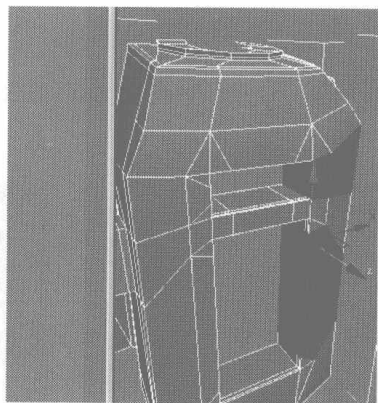

图 6.332
- 03 选择如图 6.332 所示的面，在 Edit Geometry 卷展栏中单击 **Detach** 按钮，将面分离出来，并将其其他的物体隐藏。